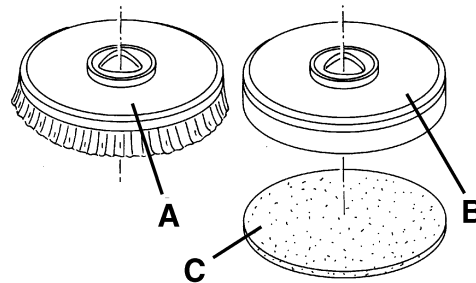

Abbildung 2
1. An dem mit dem geeigneten Bürstenkopf vorgerüsteten Gerät können sowohl Bürsten (A, Abb. 2) als auch Padhalter (B) mit Pad (C) montiert werden, je nach auszuführender Bodenbehandlung.
2. Zündschlüssel (80) einstecken und in Stellung I drehen.
3. Geschwindigkeitsregler (4) gegen den Uhrzeigersinn bis zum Anschlag drehen (Mindestgeschwindigkeit).
4. Bürsten (A) oder Padhalter (B) unter dem Bürstenkopf (18) positionieren.
5. Schalter (71) betätigen und Bürstenkopf auf die Bürsten/Padhalter absenken.
6. Zum Ankuppeln der Bürsten/Padhalter Bedienpult (3) nach vorne drücken und wieder loslassen. Falls erforderlich wiederholen, bis die Bürsten/Padhalter angekuppelt sind.
**Geschwindigkeitsregler (4) zur Einstellung der Mindestgeschwindigkeit des Geräts gegen den Uhrzeigersinn bis zum Anschlag drehen.**
**Bedienpult (3) nicht bis zum Anschlag nach vorne drücken, da sich das Gerät sonst in Bewegung setzt.**
7. Zur Entfernung der Bürsten/Padhalter Schalter (71) betätigen und Bürstenkopf anheben. Danach Schalter (75) betätigen und warten, bis die Bürsten/Padhalter auf den Boden fallen.